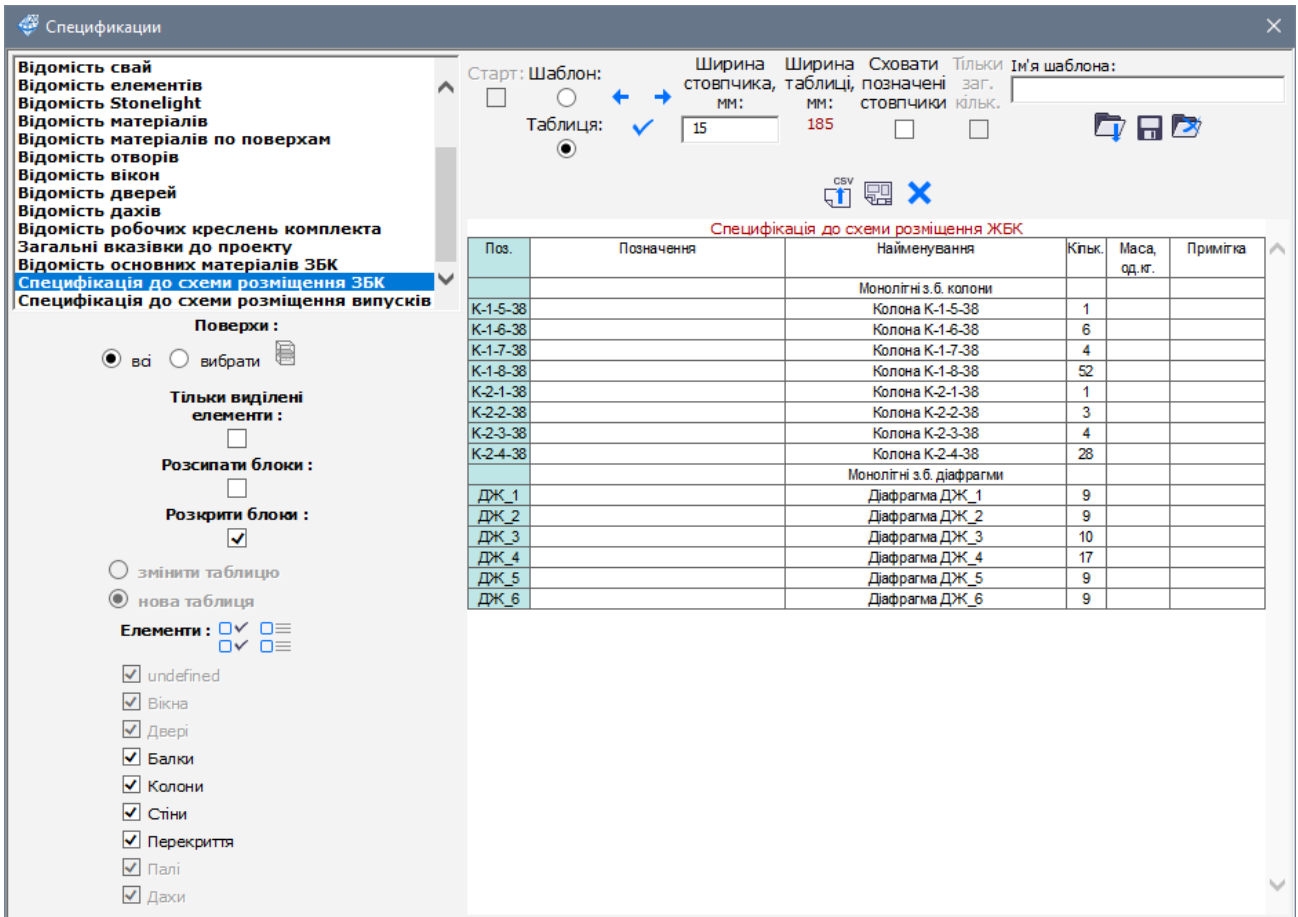

Рис. 27.16. Діалогове вікно Специфікації
- Викличте діалогове вікно **Специфікації** (рис. 27.16) натисканням по кнопці  – **Специфікації** в одноіменному розкритому списку (панель **Налаштування** на вкладці **Армування**).